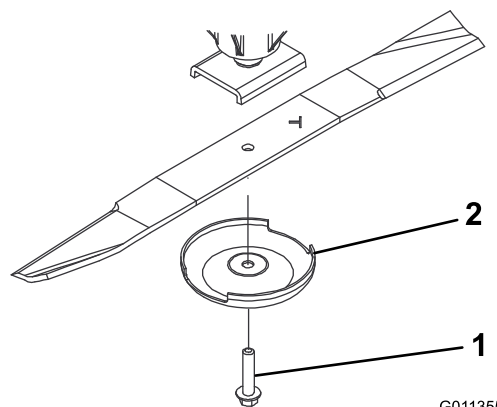

Bild 84
3. Entfernen Sie die Messerschraube, die Antiskalpierkuppe und das Messer von der Spindelwelle (**Bild 84**).